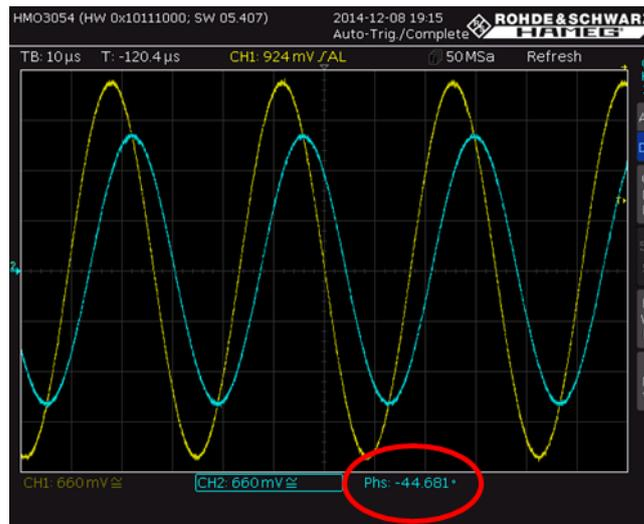

Bild 2-43: Phasengang zwischen u_{in} und u_{out}
- Wie zu erwarten beträgt der gemessene Phasengang von u_{out} bei der Grenzfrequenz nahezu -45° (siehe Bild 2-43).